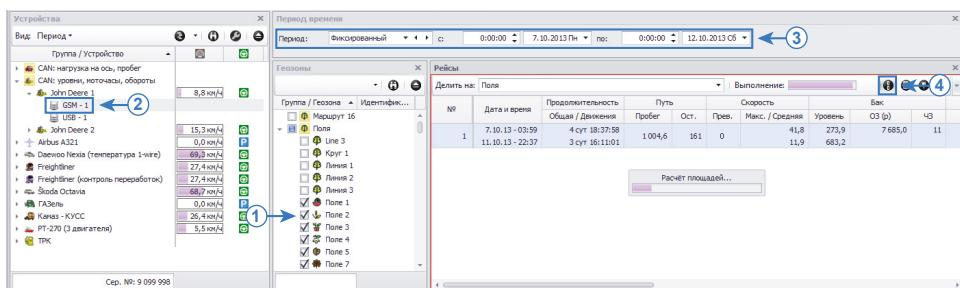

Рис.40. Выполнение расчета площадей в Селекторе рейсов.
- в Селекторе геозон выбрать поля (геозоны), расчет по которым требуется выполнить. Для выбора геозон нужно установить галочки в чек боксах напротив этих геозон (**Рис.40, п.1**);